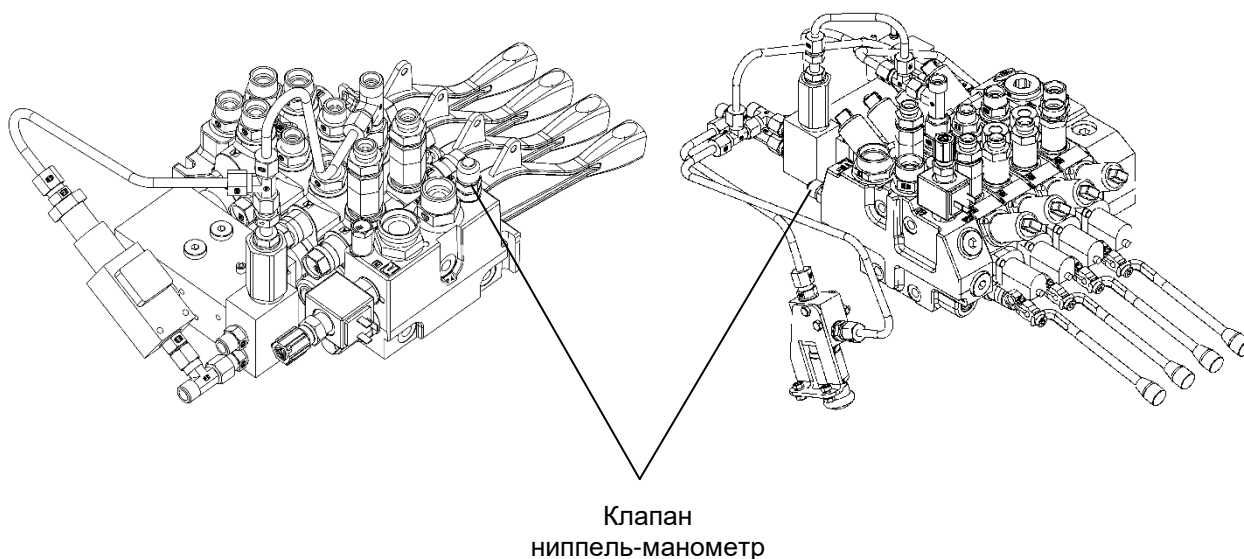

Рис.18: Расположение клапана ниппель-манометр
- ▶ Подключите к гидросистеме крана гидронасос машины технической помощи или аварийный ручной гидронасос (дополнительная опция, поставляется по особому заказу), через клапан ниппель-манометр (см. рисунок 18).